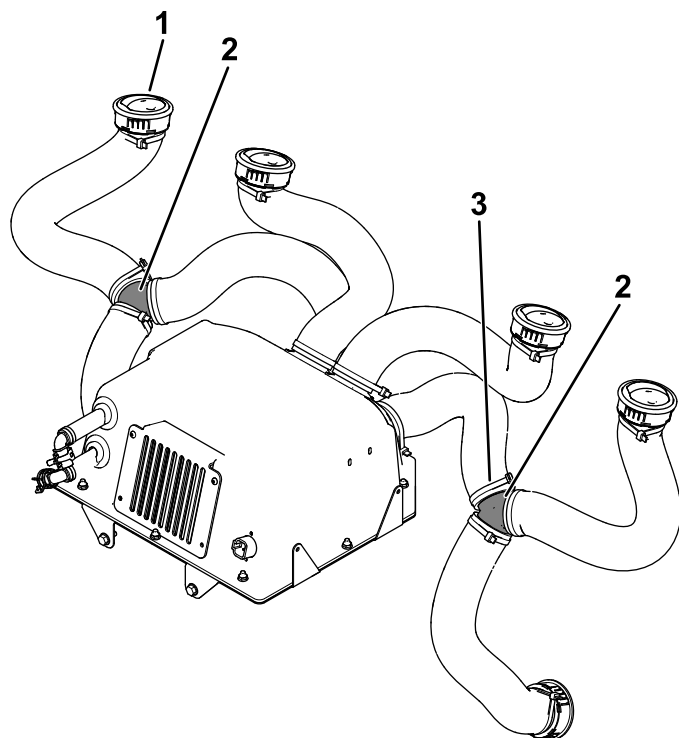
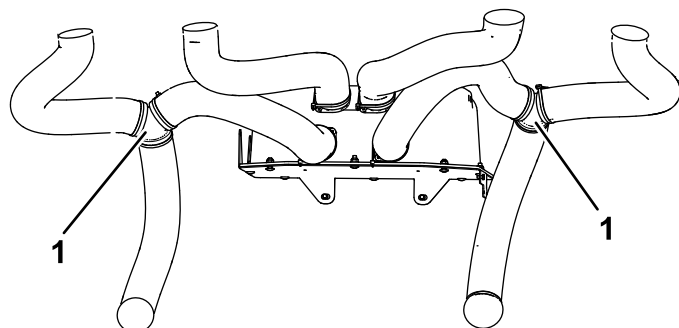

Bild 13
Bild 14
1. Verbinden Sie 6 Entlüftungsschläuche mit 6 großen Kabelbindern mit den verstellbaren Entlüftungen (Bild 13).
2. Verlegen Sie die Schläuche und installieren Sie die 4 einstellbaren Entlüftungen in die 4 oberen Löcher (Bild 13).
3. Verlegen Sie die Schläuche und installieren Sie die 2 einstellbaren Entlüftungen in die unteren 2 Löcher (Bild 13).
4. Verbinden Sie die 2 äußeren Entlüftungsschläuche mit den 2 unteren Schläuchen mit Hilfe der 2 Y-Adapter und 4 Kabelbindern (Bild 13 und Bild 14).
Verbinden Sie 2 zusätzliche Entlüftungsschläuche mit den montierten äußeren Entlüftungsschläuchen und sichern Sie diese mit 2 Kabelbindern (Bild 13 und Bild 14).
5. Verbinden Sie die 4 Entlüftungsschläuche mit 4 Kabelbindern an dem Heizkasten (Bild 13 und Bild 14).